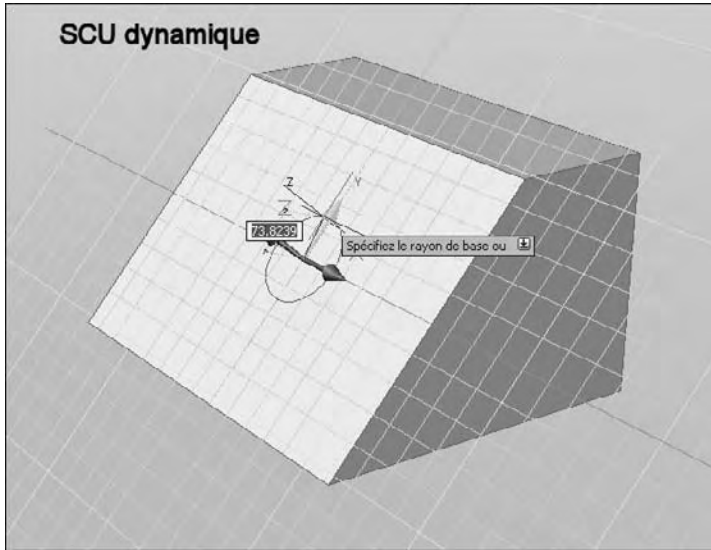

Fig.1.35
- **Suivre le SCU dynamique** (Follow Dynamic UCS) : modifie le plan de grille afin qu'il suive le plan XY du SCU dynamique (fig.1.35).